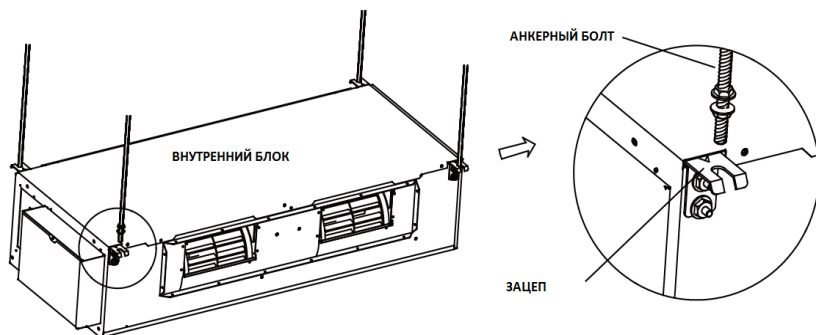

Рис. 4.4
(3) Закрепить зацепы на блоке (рис. 4.4).